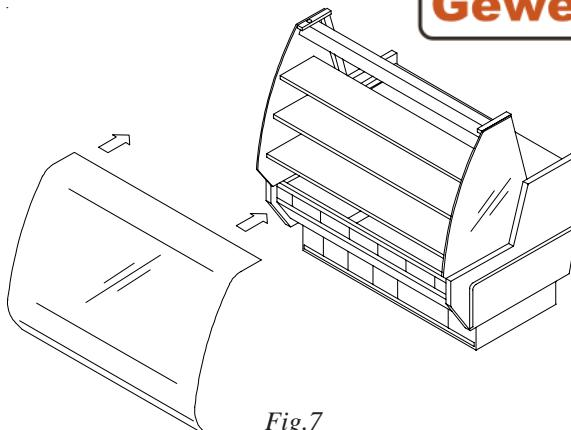

Fig. 7
- ⇒ Pour placer la vitre frontale, insérer la partie dorée dans la rainure située sur le devant de la vitrine (voir figure 7) et lever la vitre.
- ⇒ Insert the front glass into gold retaining strip on the front of the cabinet (figure7) and raise upright.